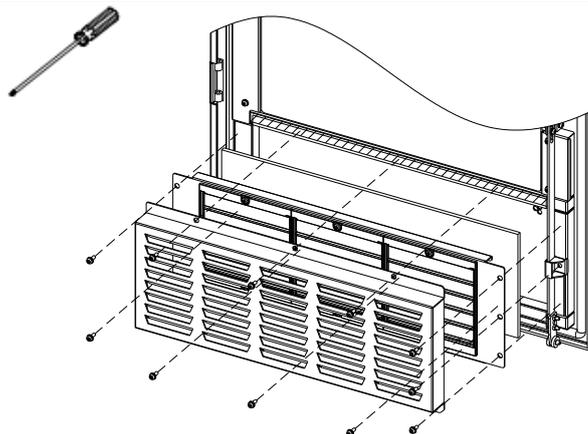

图4-4 更换进风口过滤网
1) 拆除图 4-4 中前门导风罩螺钉（11 颗），取出就过滤网，更换过滤网；